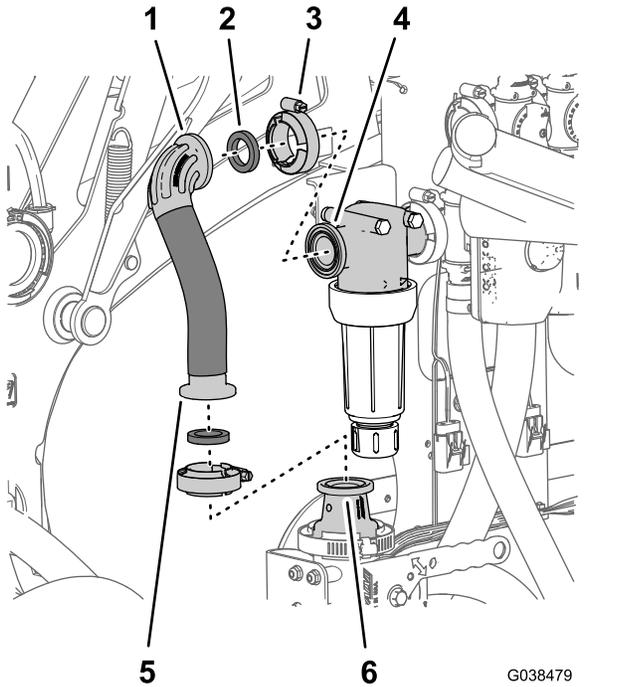

Bild 76
1. Fluchten Sie das gerade, gezahnte Anschlussstück des oberen Zulaufschlauchs (25 cm x 22 cm) und eine Dichtung (1" x 1 $\frac{3}{8}$ ") mit dem Flansch des Adapters am Ejektorabstellventil aus (Bild 76).
2. Befestigen Sie den Schlauch mit einer Flanschklemme (40 mm bis 64 mm) lose am Adapter (Bild 76).
3. Fluchten Sie den 90°-Flanschkrümmer des oberen Zulaufschlauchs und die Dichtung am Flansch des Filterkopfes aus (Bild 76).
4. Befestigen Sie den 90°-Flanschkrümmer mit einer Flanschklemme (40 mm bis 64 mm) am Filterkopf (Bild 76).
5. Ziehen Sie die Flanschklemme an, mit der das gerade, gezahnte Anschlussstück des oberen Zulaufschlauchs am Adapter des Ejektorabstellventils befestigt ist (Bild 76).